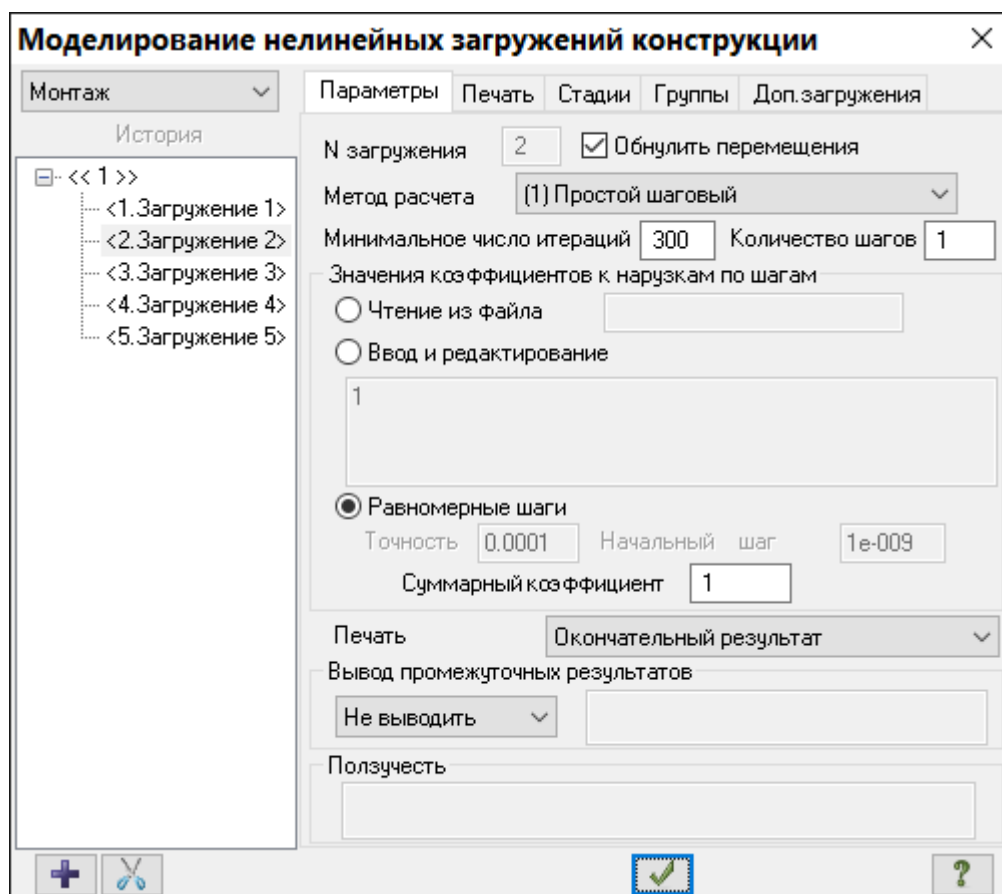

Рис.10.23. Диалоговое окно **Моделирование нелинейных нагружений конструкции** для задания параметров нелинейных нагружений
- После этого установите флажок **Обнулить перемещения** (рис.10.23).